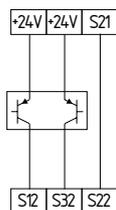

Fig. 11
**Controllo a due canali di dispositivo elettronico di protezione di sicurezza (basato su microprocessori) con uscite a semiconduttore a commutazione P, ad es. dispositivi AOPD secondo EN IEC 61496 (vedere Fig. 11)**